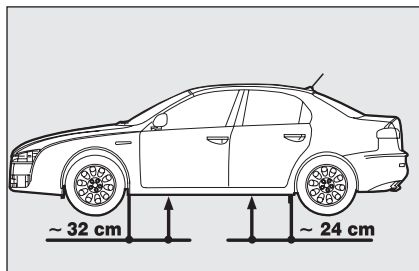
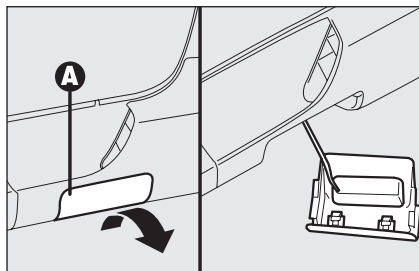

fig. 7
fig. 8
- il cric va inserito alla distanza indicata in **fig. 7** (per le versioni dotate di minigonne è necessario, prima di inserire il cric, togliere la copertura **A-fig. 8** ubicata sulla minigonna stessa, agendo come indicato in figura);